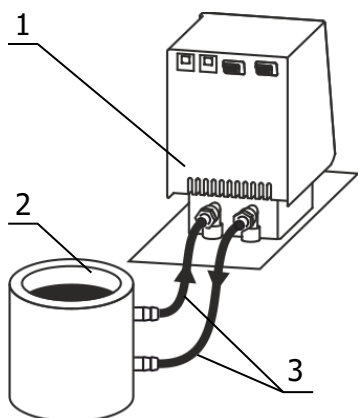

Рисунок 5 — Подключение внешнего потребителя
2.2.10 Для подключения к термостату 1 внешнего потребителя закрытого типа 2 (рисунок 5) использовать соединительные шланги 3. Концы соединительных шлангов надежно закрепить хомутами на штуцерах блока регулирования и внешнего потребителя.